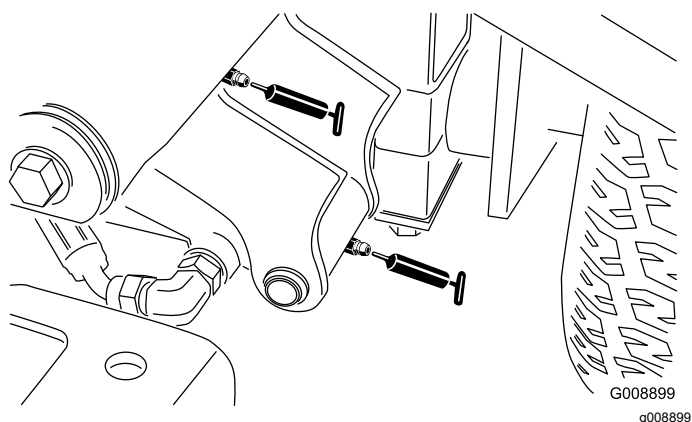

Figure 42
- Pivot de bras de levage avant gauche et vérin de levage (2) (Figure 42)